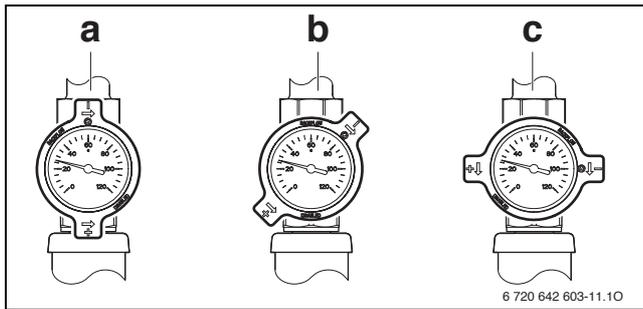

Fig. 20 Dispositivo de corte com válvula de retenção na alimentação
- ▶ Abrir as válvulas de retenção na alimentação e no retorno (→ fig. 20 e 21, página 17).